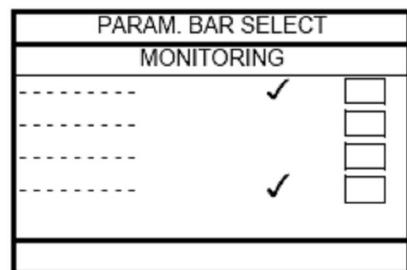

Рис. 2.3
- ществляется нажатием *ENT* на нужной строке списка параметров, отмена выбора – повторным нажатием *ENT*, рис. 2.3);